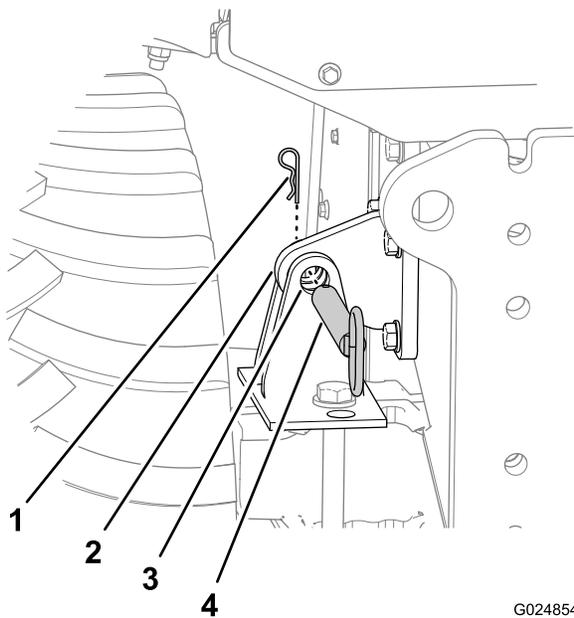

Figure 44
1. Enlevez la goupille fendue qui fixe la goupille de verrouillage d'inclinaison sur le support de verrouillage du châssis (Figure 44).
2. Sortez la goupille de verrouillage d'inclinaison des trous situés dans le support de verrouillage du châssis et le support de verrouillage d'essieu (Figure 44).
4. Insérez complètement la goupille de verrouillage d'inclinaison dans les trous du support de verrouillage du châssis et du support de verrouillage d'essieu (Figure 44).
5. Fixez la goupille de verrouillage d'inclinaison au support de verrouillage d'essieu avec la goupille fendue (Figure 44).
1. Utilisez la commande d'inclinaison pour aligner le trou dans le support de verrouillage du châssis et les trous dans le support de verrouillage d'essieu (Figure 44).